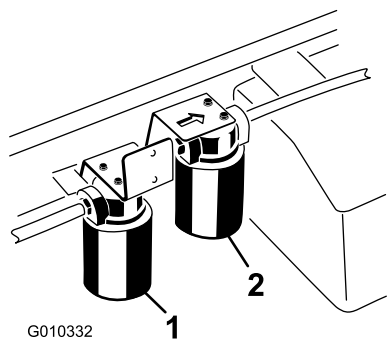

Рисунок 78
2. Очистите область вокруг места крепления фильтра. Поместите поддон под фильтр, а затем снимите фильтр (Рисунок 78).
1. Очистите зону вокруг места крепления фильтра повышенной пропускной способности (Рисунок 78). Поместите поддон под фильтр, а затем снимите фильтр.